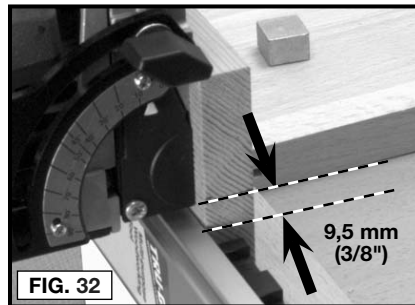

FIG. 32
4. Fije con abrazaderas una guía de borde recto a la pieza de trabajo, 9,5 mm (3/8\") detrás de la línea central de la junta (tal como se marcó en el paso 2). Fije firmemente con abrazaderas la pieza de trabajo (ver la Fig. 32).